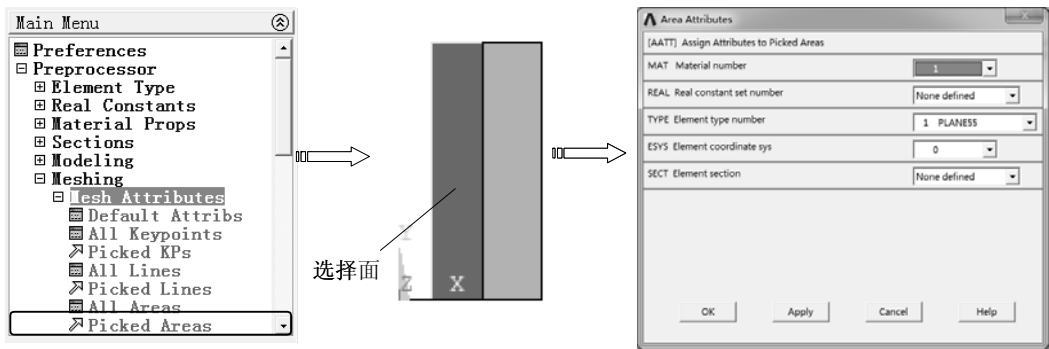

图 8-59 设置面单元属性
1) 选择 “Main Menu>Preprocessor>Meshing>Mesh Attributes>Picked Areas” 命令，弹出 “Area Attributes” 对话框，拾取最左侧的面，单击 “OK” 按钮，弹出 “Area Attributes” 对话框，在 “Material number” 下拉列表中选择 “1”，单击 “OK” 按钮完成面单元属性设置，如图 8-59 所示。